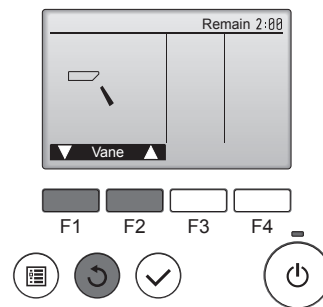

Fig. 8-4
- ② Rufen Sie mit der Taste [AUSWAHL]-Taste den Luftklappen-Bedienbildschirm auf und prüfen Sie dann mit den Tasten [F1] und [F2] die automatische Luftklappenfunktion. (Fig. 8-4)